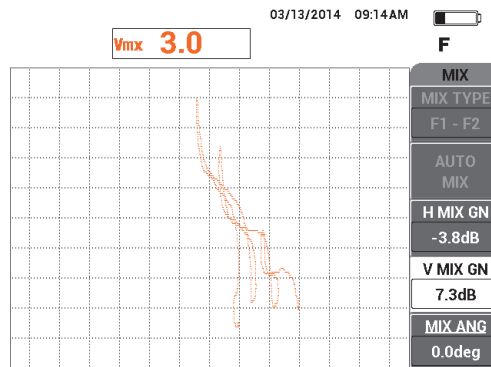

図 5-109 V Mix ゲイン値の調整
21. 信号の最大振幅が画面の高さの 80% に達するまで **V Mix ゲイン** (D キー) を上げます (206 ページの図 5-109 を参照)。